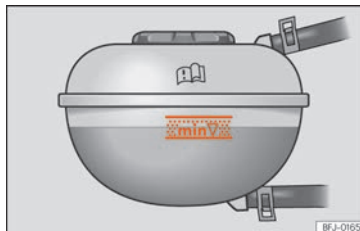

Fig. 244 No compartimento do motor: marca no depósito de expansão do líquido de refrigeração.
- Verifique o nível do líquido de refrigeração no depósito de expansão do mesmo. Com o motor frio, o nível do líquido de refrigeração deve ficar entre as marcas » **Fig. 244.** Com o motor quente, o nível também poderá situar-se um pouco acima da marca superior.